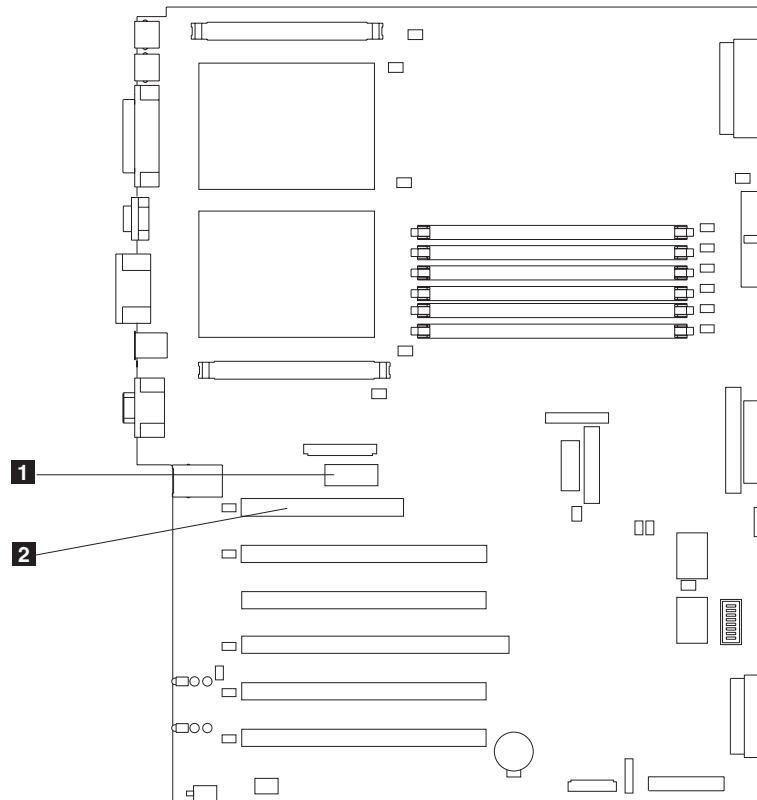

図 83. システム・ボード上の、リモート管理アダプターのコネクタ
- b. ケーブルのもう一方の端を、システム・ボード上のシステム管理コネクタ (J27) に接続します。図 83 のアイテム **1** は、システム・ボード上のシステム管理コネクタの位置を示します。